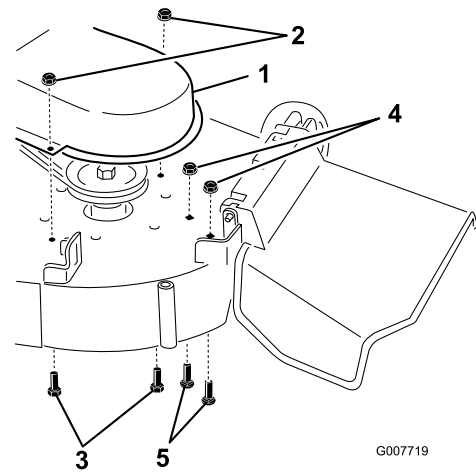

Figure 22
4. Retirez les contre-écrous montés dans les trous, comme illustré à la Figure 22. Mettez de côté les pièces déposées.